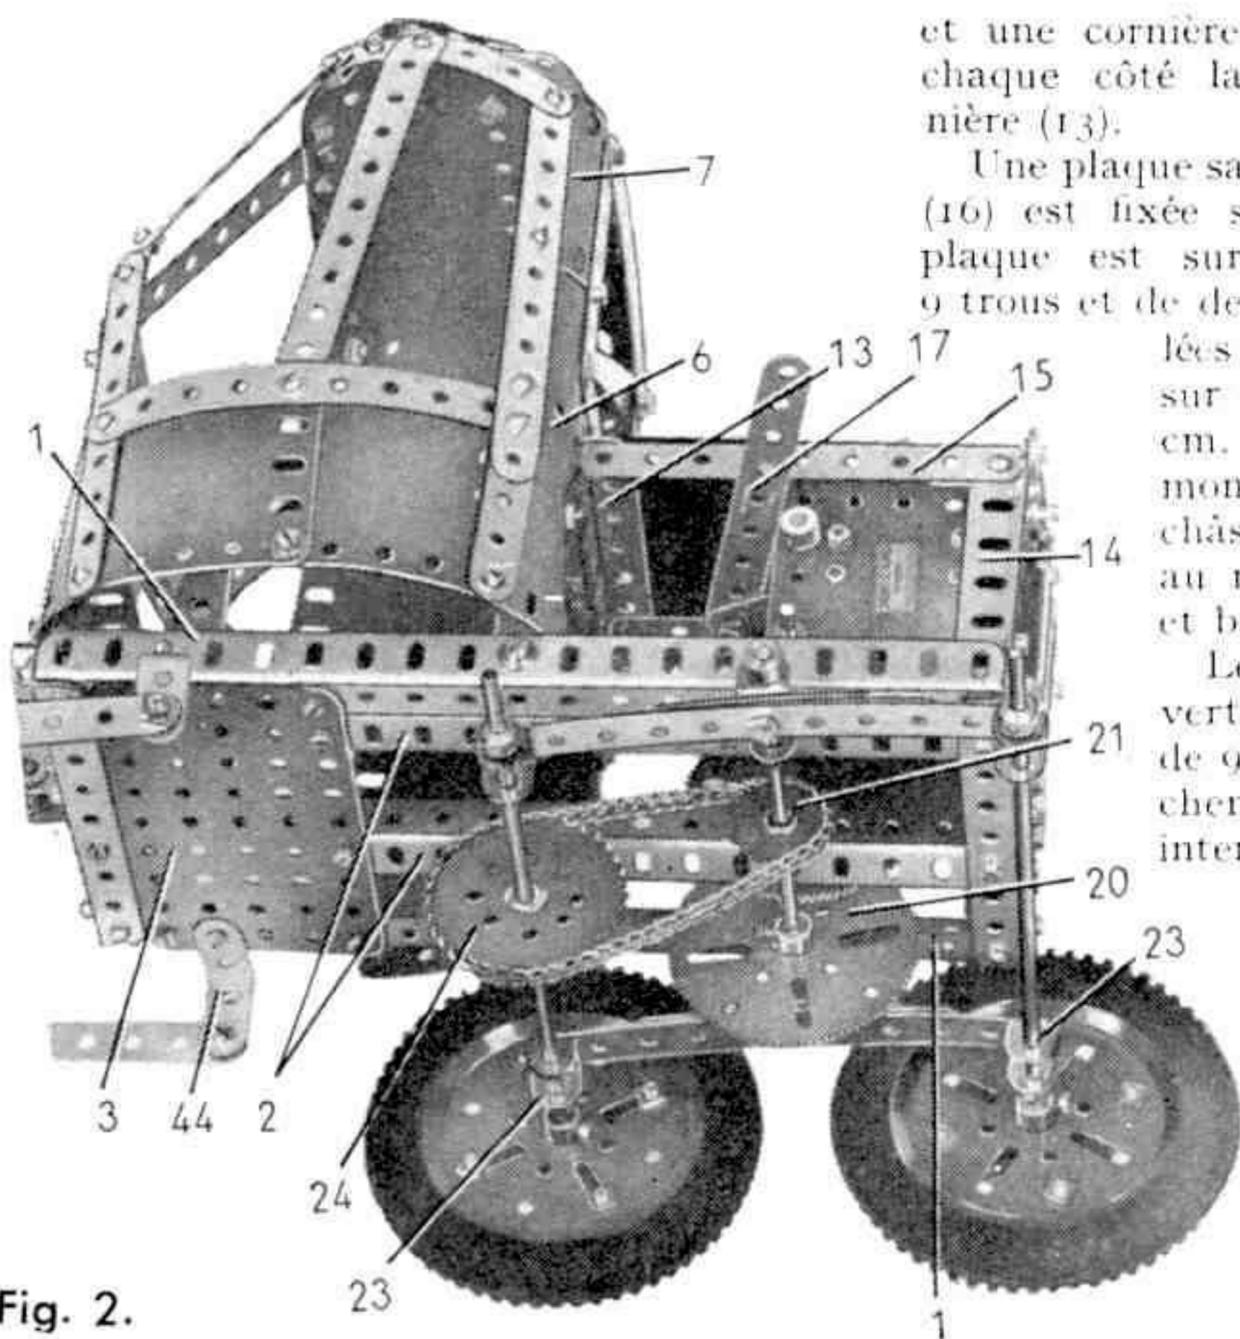
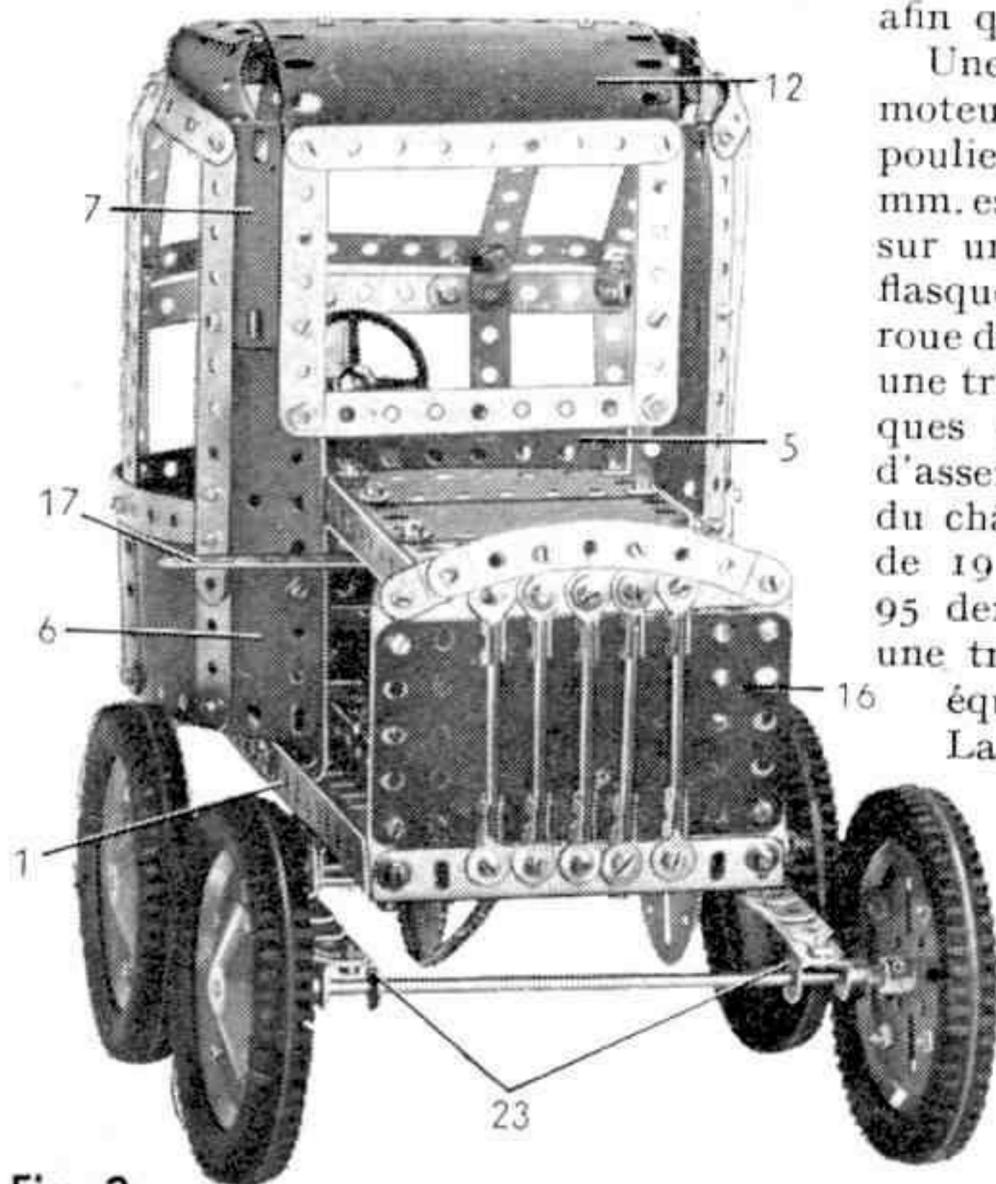

Fig. 2.
Fig. 3.
Le groupe moteur-cabine se construit sur un châssis formé de deux cornières de 19 trous (1) assemblées par deux cornières de 9 trous (fig. 2) ; le châssis est renforcé par deux autres cornières de 19 trous (2) parallèles aux cornières (1). Une plaque sans rebords de $11,5 \times 6$ cm. (3) est boulonnée sous le châssis.
La lunette arrière (fig. 3) est bordée par deux bandes de 7 trous et deux de 9 trous. Ces bandes sont fixées sur les cornières (4). Une plaque flexible de 14×4 cm. (6) et une de 6×4 cm. (7) sont également fixées sur chaque cornière (4). Les plaques sont incurvées et reliées aux côtés de la cabine. Les deux côtés sont identiques, mais l'un d'eux demeure partiellement ouvert. Leur construction à l'aide de bandes et de plaques flexibles de 6×6 cm. apparaît clairement sur les figures 2 et 4.
Le pare-brise est constitué par deux bandes (10) semblables à la bande (9) et réunies par des bandes de 7 trous. La bande (10) inférieure est reliée à la bande (9) par des équerres à 135° . La bande (10) supérieure porte une plaque flexible de $11,5 \times 6$ cm. (11) incurvée pour former l'avant du toit. Une plaque identique (12) est boulonnée au sommet des bandes (5) (fig. 3) et réunie à la plaque (11). Les bords galbés du toit sont formés de chaque côté par une plaque flexible de 6×4 cm. et par une plaque flexible triangulaire de 6×5 cm.
Le capot, ouvert sur les deux côtés, se construit en boulonnant une cornière de 9 trous (13) (fig. 2) sur la plaque (5). Une cornière de 6 trous (14) est fixée verticalement à chaque angle de l'arrière du châssis
Les deux essieux arrière sont des tringles de 20 cm. passées dans les supports doubles (23). Elles sont tenues en place par des bagues d'arrêt. L'un des essieux (fig. 2) est muni d'une roue de chaîne de 36 dents (24) reliée par chaîne Galle à la roue (21).